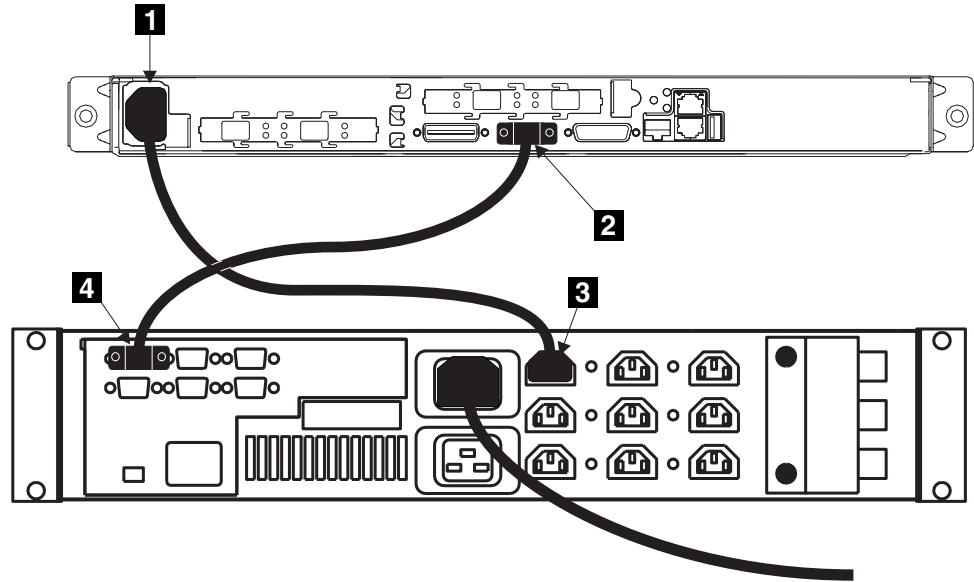

図 33. 無停電電源装置への SAN ボリューム・コントローラー電源ケーブルの接続
1. SAN ボリューム・コントローラーの後ろにあるソケット **1** (図 33 を参照) に電源ケーブルを差し込む。